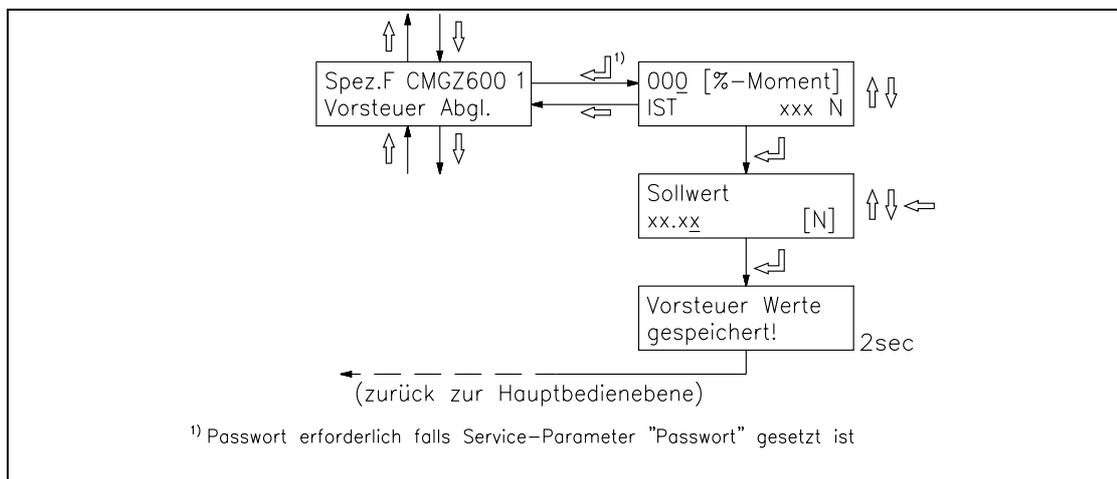

Bild 21: Programmablauf Spezialfunktion „Vorsteuerung“
- In der Hauptbedienebene Taste MODE drücken. Mit den Tasten \uparrow \downarrow \leftarrow das Modul *Spez.F CMGZ600 1* und die Spezialfunktion *Vorsteuer Abgl.* suchen und anwählen (Bild 15). Das vorher berechnete Drehmoment unter *%-Moment* eingeben und mit Taste \leftarrow bestätigen (Bild 21). Nun den vorher notierten Sollwert [N] eingeben. Nach Bestätigen mit Taste \leftarrow wird die berechnete Vorsteuerung zusammen mit dem momentanen Durchmessersignal abgespeichert.